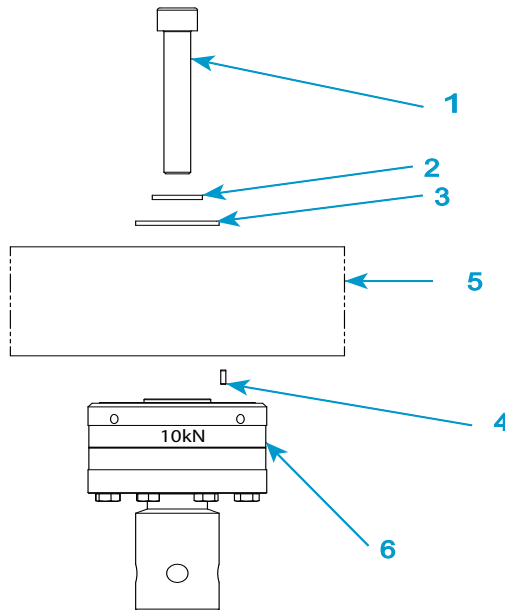

Figura 18. Instalación de una célula de carga 2530 de 10 kN
Leyenda de Figura 18
1. Consulte Figura 18 en la página 79 y su leyenda relacionada.